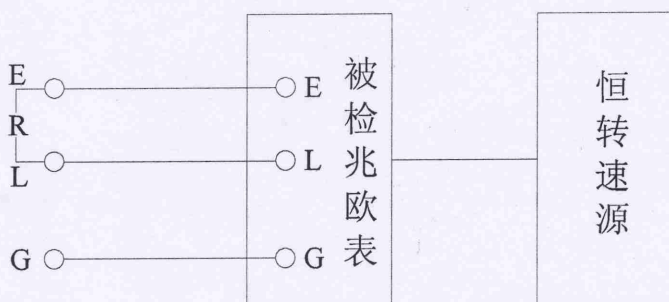

图 5
6.2.1 按图 5 要求接线（同名端相接）。
6.4.1 按图 5 要求接线。